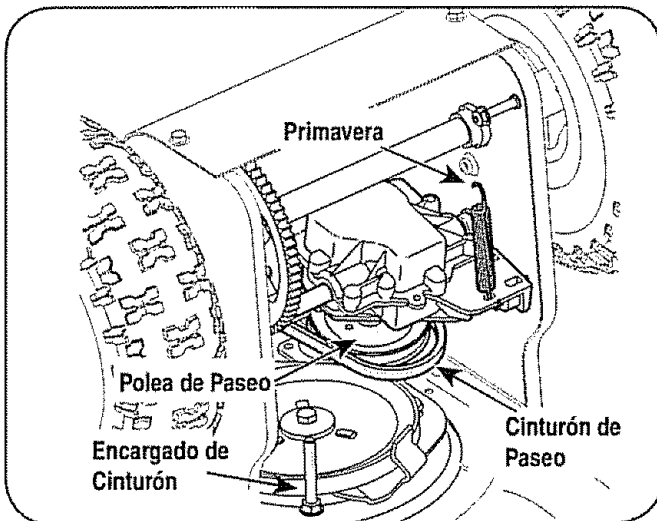

Figura 11
1. La punta el lanzador de nieve y avanzado de modo que descance en el alojamiento de taladro. Quite al encargado de cinturón como llamado en la Figura 11. Devuelva al lanzador de nieve a su posición derecha para completar los pasos siguientes.
2. Quitar la primavera que une la transmisión a un cerrojo en el marco de motor. Ver la Figura 11.